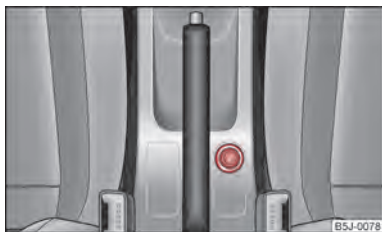

Fig. 61 Consola centrală: Bricheta
- Apăsați capătul brichetei înăuntru ⇒ fig. 61.